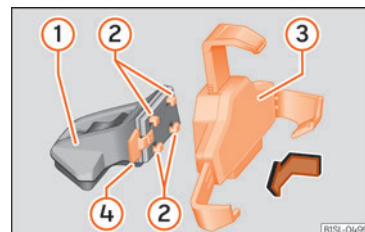
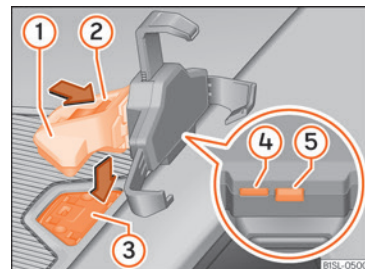

Fig. 107 Samling af universalholder og holdearm
Fig. 108 I midterkonsollen: åbning til holder til infotainmentsystem
- Tryk på udløserknappen »» Fig. 108 ⑤, indtil universalholderens øverste arm løsner sig.
- Tryk smartphonen ind i de nederste holdeelementer. For at indstille de nederste holdeelementer skal du trykke på knappen »» Fig. 108 ④.
- Hold fast i universalholderen »» Fig. 107 ③, og tryk på udløserknappen »» Fig. 107 ④.
- Hold fast i holdearmen »» Fig. 108 ①, og tryk udløserknappen »» Fig. 108 ④ i pilens retning.
- Sæt universalholderen »» Fig. 107 ③ ind i fastgørelserne ② på holdearmen ①.
- Flyt universalholderen til siden imod låsen ④, indtil du kan høre holderen gå i hak »» ⚠.
- Sæt holdearmen »» Fig. 108 ① på holdepladen »» Fig. 108 ③ oppefra, og tryk den nedad, indtil du kan høre, at den går i hak »» ⚠.